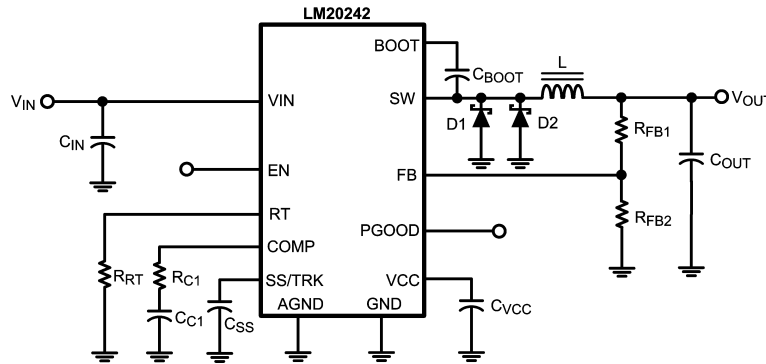

FIGURE 2. Typical Application Circuit
LM20242 は、できる限り少ない外付け部品で効率的な低電圧降圧レギュレータを実装するために必要なすべての機能を備えたスイッチング・レギュレータです。この使いやすいレギュレータは、2つのスイッチ素子を内蔵し、最大 2A の連続出力電流を供給できます。レギュレータは非線形スロープ補償によるピーク電流モード制御により、出力電圧範囲全体にわたり最適な安定性および過渡応答を実現します。ピーク電流モード制御は、入力電圧フィードフォワード、サイクルごとの電流制限、スロープ補償が簡単という特長を原理的に備えています。スイッチング周波数は、グラウンドに接続した外部抵抗により 100kHz ~ 1MHz まで可変できます。デバイスは高いスイッチング周波数で動作し、93% という高効率を達成すると同時に小型のインダクタを使用できます。高精度な内部電圧リファレンスにより、出力を 0.8V という低電圧に設定できます。そのほか、電流制限、サーマル・シャットダウン、オーバーボルテージ保護、シャットダウン機能を備えています。デバイスは放熱を助ける露出パッドを組み込んだ eTSSOP-20 パッケージで供給されます。LM20242 の一般的なアプリケーション回路は設計ガイドラインの Figure 2 に示しています。
しく取り上げます。部品選定を簡易化するために、下の Figure 2 に示す回路を参考として使用します。特記のない限り、すべての式において単位は電流をアンペア (A)、容量をファラッド (F)、インダクタンスをヘンリー (H)、電圧をボルト (V) とします。